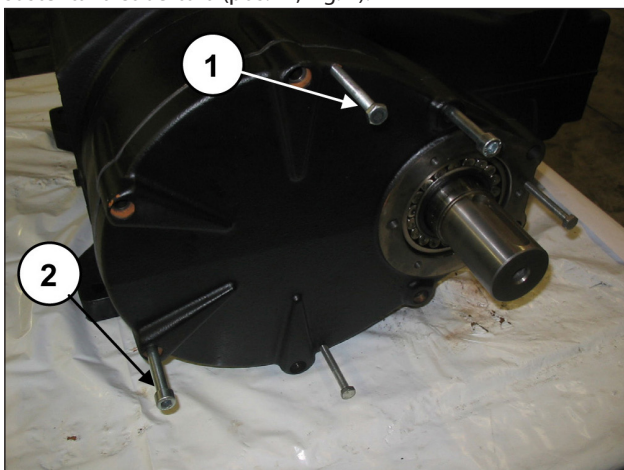

Fig. 7
Posicione três grãos ou parafusos rosqueados M8 (pos. ①, Fig. 7) com a função de extrator nos furos especiais e dois parafusos M10, suficientemente longos, com a função de sustentar a cobertura (pos. ②, Fig. 7).